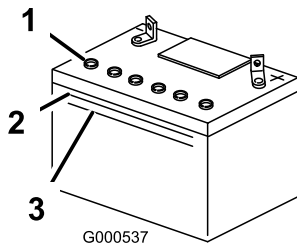

Figura 39
3. Mire hacia el lateral de la batería. El electrolito debe llegar a la línea superior (Figura 39). No
permita que el electrolito esté por debajo de la línea inferior (Figura 39).
5. Retire los tapones de ventilación de la batería (Figura 39).
6. Vierta lentamente agua destilada en cada célula de la batería hasta que el nivel de electrolito llegue a la línea superior (Figura 39) de la caja de la batería.
7. Espere de cinco a diez minutos después de llenar las células de la batería. Añada agua destilada, si es necesario, hasta que el nivel de electrolito llegue a la línea superior (Figura 39) de la caja de la batería.